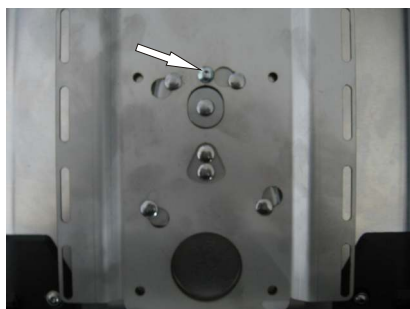

Bild 3
2. Zur zusätzlichen Befestigung verwenden Sie die bei der Grundplatte enthaltene M5 Schraube und bringen diese an der dafür vorgesehenen Stelle an (Bild 3).
2.) For added security, use the M5 bolt that is supplied with the base plate and fit it at the designated position (see Fig. 3).